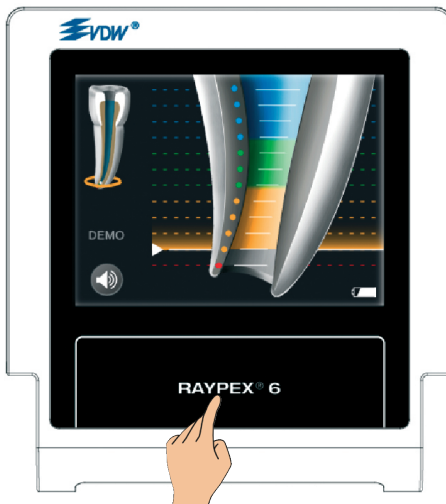

Abb. 37 Verlassen von DEMO
- Zum Verlassen des DEMO Modus tippen Sie das RAYPEX® 6 „Home“ Feld an (Abb. 37).